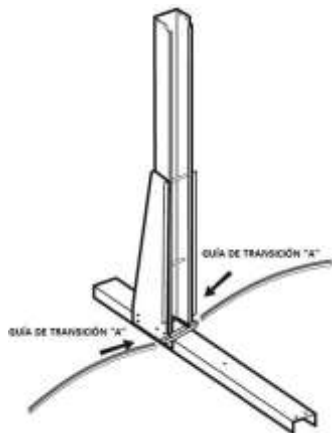

fig. 12
A continuación inserte la guía transición "B", correspondiente al modelo de su piscina (ver tabla de guías de transición), a ambos lados del primer módulo, (el modelo avalada 550x366, NO tienen guías de transición "B"), esta guía de transición, tiene que ser colocada dentro de la pieza de conexión de guías (6), fig.12.